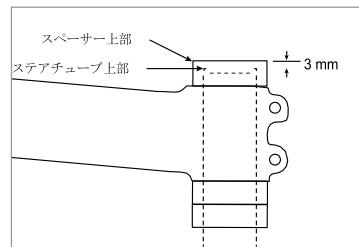

図8
- 注:切った後にトップキャップを取り付けられるよう、ステアチューブは10 mmスペーサーから3 mm下でなければなりません(図8)。カーボンを切るか、合金/スチールを切るかで指示が異なりますので、以下を参照してください。